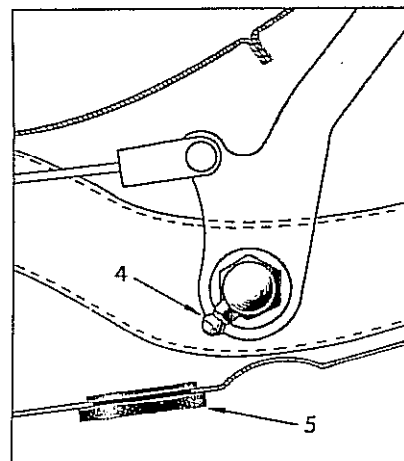

Fig. 145
- 2) Colocar el eje de pedales (2) y fijarlo a los pedales con el bulón (1). Luego roscar por el lado opuesto el engrasador (4), orientándolo hacia el tapón obturador ubicado en el guardapolvo de chapa de la pedalera (5 Fig. 145).
El eje de pedales debe lubricarse cada 3.000 Km, debiendo quitar el tapón obturador (5 Fig. 145), ubicado en el piso para tener acceso al engrasador (4).